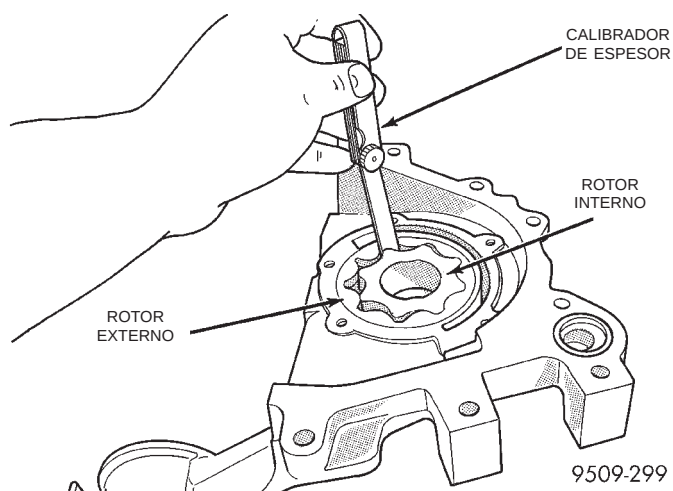

Fig. 104 Medición de la luz entre rotores
(6) Instale el rotor interno en el cuerpo. Si la luz entre los rotores interno y externo (Fig. 104) es 0,203 mm (0,008 pulg.) o más, reemplace ambos rotores.
(7) Coloque el escantillón sobre la cara del cuerpo de la bomba, entre los orificios de los pernos. Si